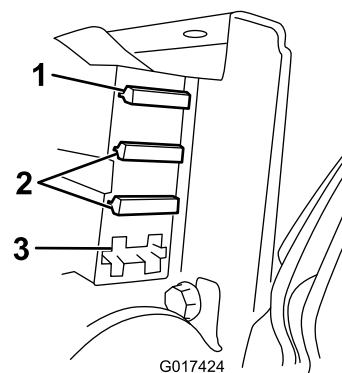

Figura 36
3. Compruebe los fusibles del bloque de fusibles (Figura 36).
- Si alguno de los fusibles está fundido, sustitúyalo por un fusible del voltaje y amperaje correctos (Figura 36).